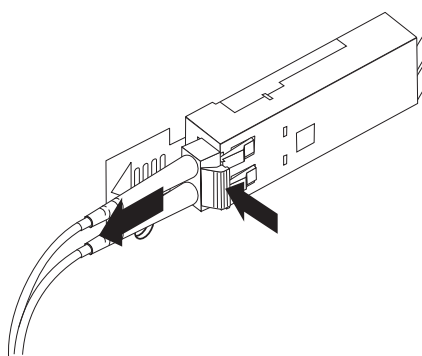

图 24. 拔下 LC-LC 光纤通道电缆
2. 如图 24 中所示，小心地拉动接口以从 SFP 模块拔下电缆。